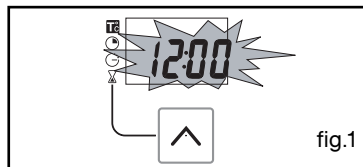

fig.1
L'afficheur clignote à 12:00. (fig.1)
*Le sélecteur de fonction doit obligatoirement être sur la position 0 (fig.1).*